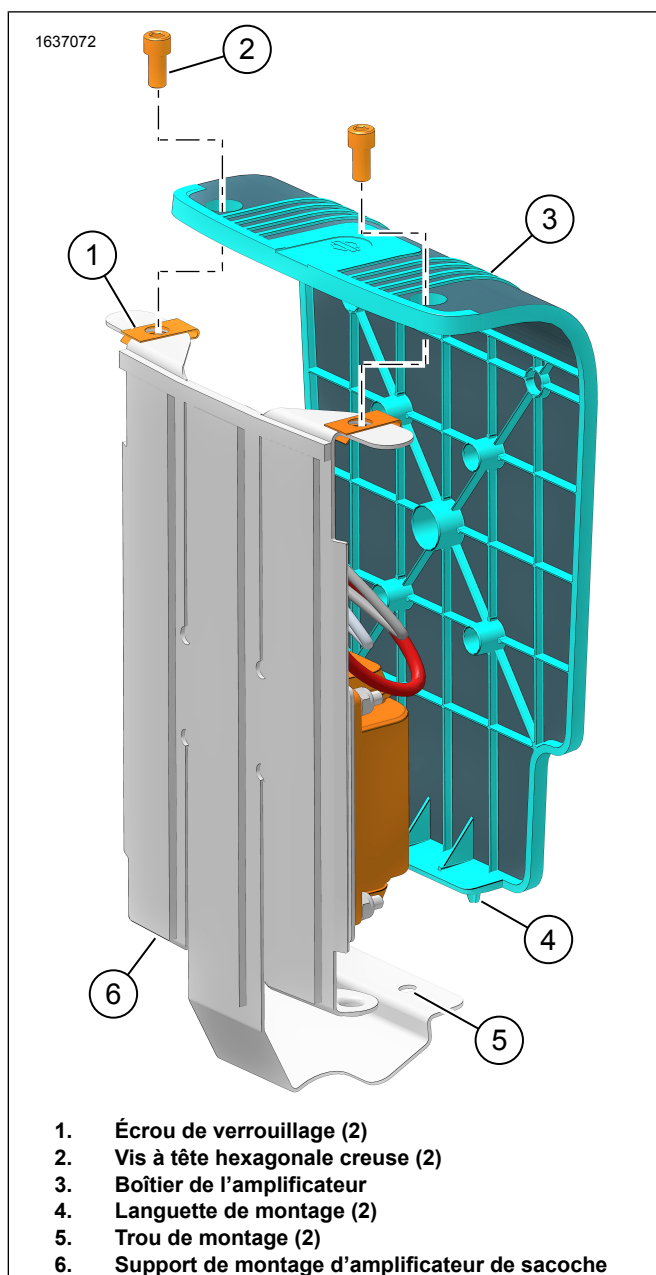

Figure 14. Boîtier de l'Amplificateur
17. Figure 14 Installez le couvercle de l'amplificateur (3).
18. Installer les vis (2). Serrer.